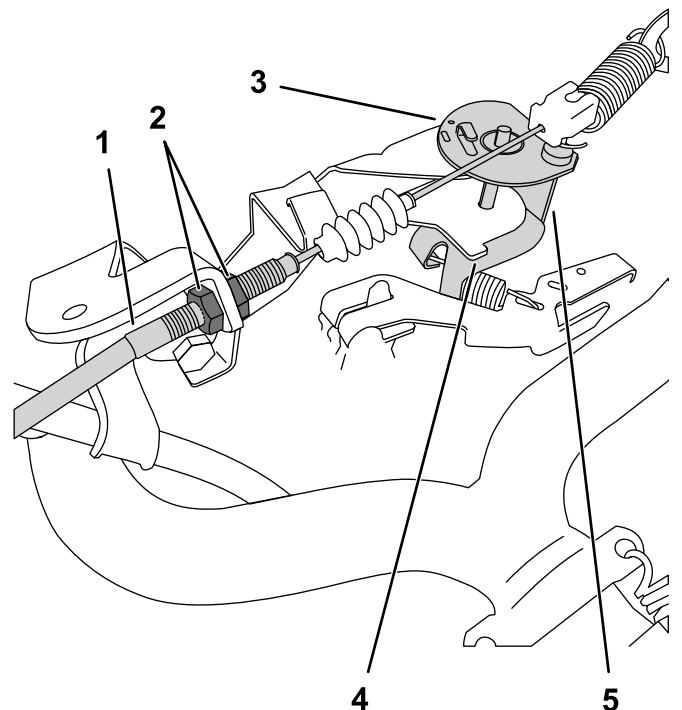

Bild 39
3. Lösen Sie die vordere Klemmmutter am Bowdenzug und ziehen Sie die hintere Klemmmutter an, um den niedrigen Leerlauf zu erhöhen (Bild 39).